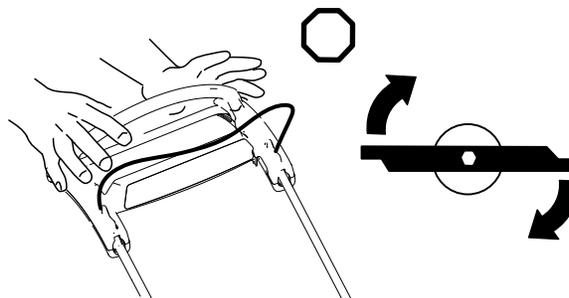

Figura 22
Rilasciate la barra di comando della lama (Figura 22).
- Se il coperchio di scarico posteriore non è installato, afferratelo dalla stegola, sollevate il deflettore posteriore e inseritelo nel camino di scarico posteriore fino a bloccare il fermo in posizione; vedere Figura 22.